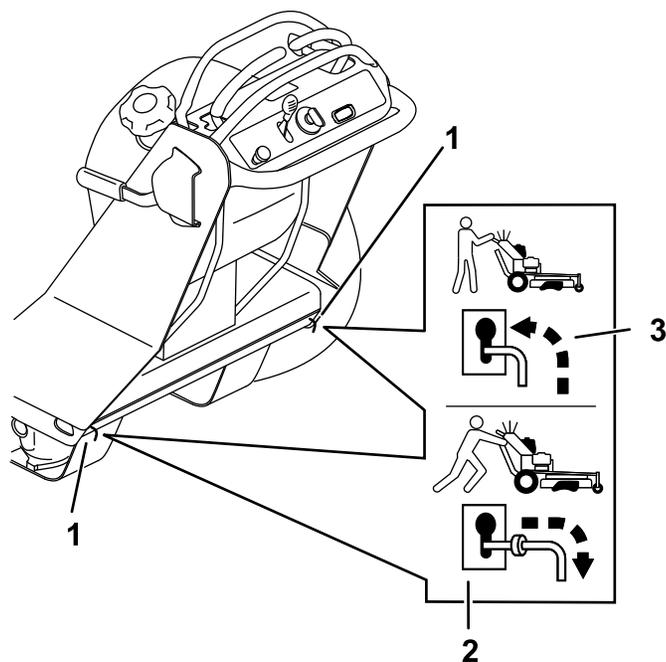

Рисунок 65
4. Вытяните оба рычага перепуска назад через профилированные отверстия и опустите вниз, чтобы зафиксировать их на месте (Рисунок 65).
7. Заглушите двигатель, переместите рычаги перепуска вперед через профилированные отверстия и опустите вниз, чтобы зафиксировать их на месте (Рисунок 65).